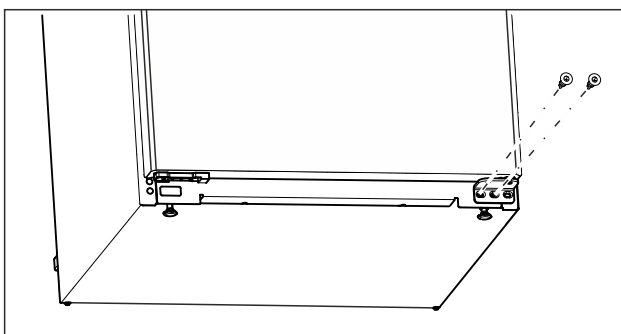

Fig. 15
- ▶ Отвийте централните винтове на долната лагерна стойка с отвертка Torx 20. (виж Fig. 15)
- ▶ Отвийте вътрешните винтове на долната лагерна стойка с отвертка Torx 20. (виж Fig. 15)